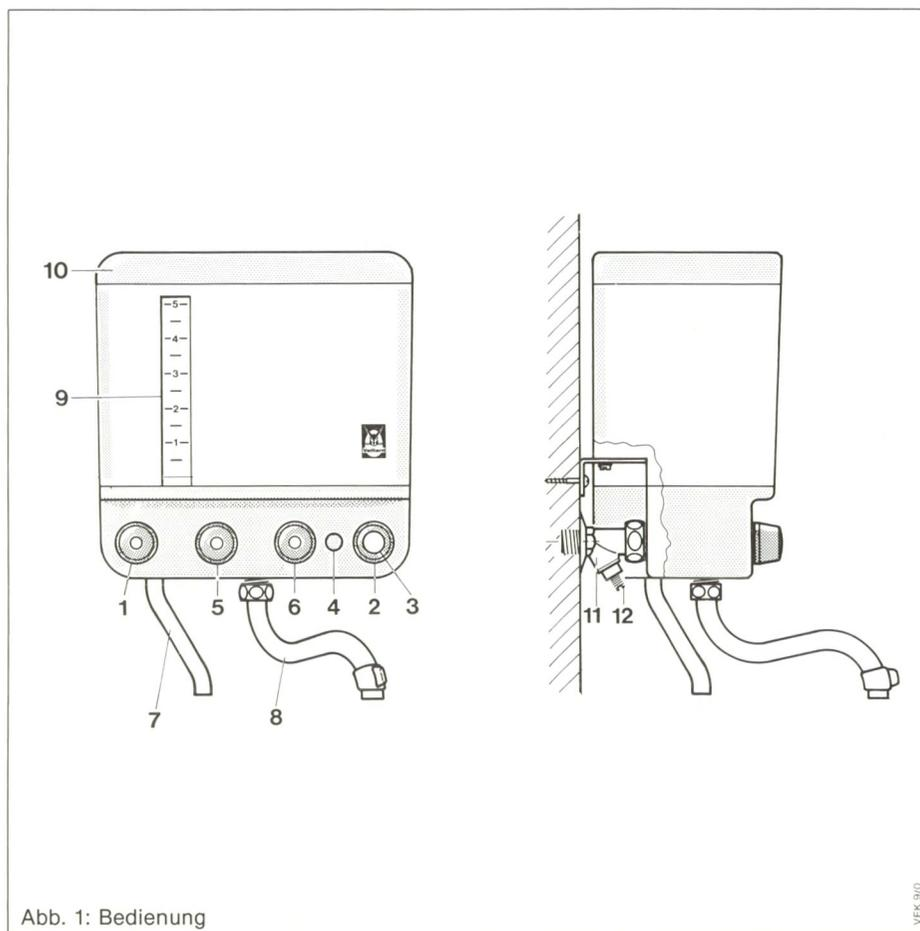

Abb. 1: Bedienung
Bitte lassen Sie die erste Inbetriebnahme durch den konzessionierten Fachhandwerksbetrieb vornehmen, der die Verantwortung für die ordnungsgemäße Installation übernommen hat. Bevor Sie den VEK 5/3 in Betrieb nehmen, öffnen Sie das Kaltwasser-Absperrventil (11), indem Sie die Absperschraube (12) mit dem Schraubenzieher links herumdrehen, siehe Abb. 1. Erst danach stecken Sie die Anschlußschnur in eine ordnungsgemäß installierte Schutzkontaktsteckdose.